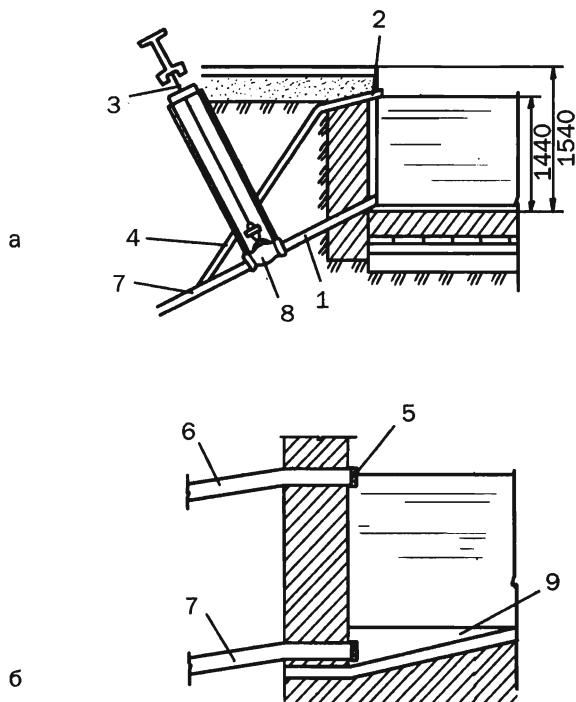

Рис. 35. Устройство системы слива и перелива воды: а — для вкопанного бассейна; б — для полувкопанного бассейна;
*Этап V.* Перед заливкой бетонной массы в опалубку помещают закладные пластины под лестницу и трубы, необходимые для отвода воды. В дальнейшем укладку бетонной массы на дно проводят под наклоном в направлении стока воды. Помимо прочего в стенке (или нескольких стенах) бассейна, отступив на 10–15 см от верхней линии, крепят переливные патрубки или сточный желоб, которые помогут предотвратить перелив и скопление в чаше излишков воды. Устройство системы слива и перелива воды показано на рис. 35.